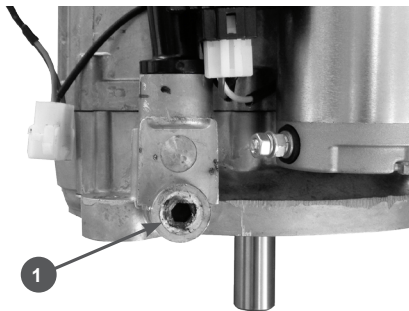

Рис. 11 Замена масла в двигателе
3. Открутите пробку 1 для слива масла (Рис. 11) и слейте отработанное масло в подготовленную для этого емкость.